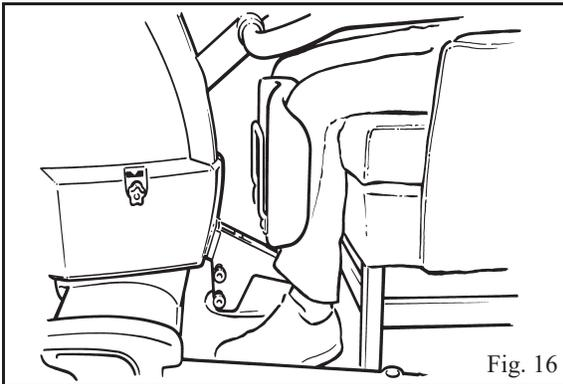

Fig. 16
6. Pousser doucement le verticalisateur plus près afin que la partie inférieure des jambes entre entièrement en contact avec le Proactive Pad. (Voir fig. 16)